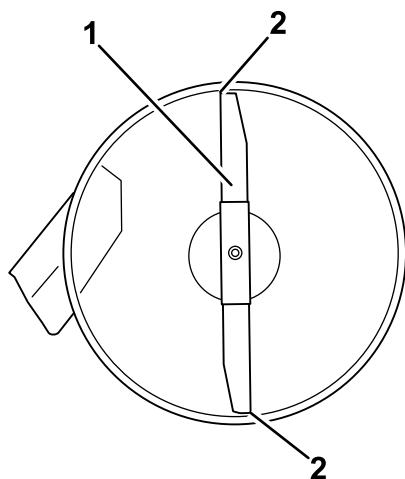

Figura 52
4. Gire cuidadosamente las cuchillas colocándolas en el sentido de avance de la máquina (Figura 52).
5. Mida entre la punta de la cuchilla delantera y la superficie plana y entre la punta de la cuchilla trasera y la superficie plana (Figura 52). Si la punta de la cuchilla delantera no está entre 1.6-7.9 mm (1/16-5/16 pulgada) más baja que la punta de la cuchilla trasera, ajuste la contratuerca delantera.
8. Compruebe la inclinación longitudinal de nuevo después del ajuste. Siga ajustando la tuerca hasta que la punta de la cuchilla más avanzada esté entre 1,6–7,9 mm (1/16-5/16 pulgada) más baja que la punta de la cuchilla más atrasada (Figura 52).